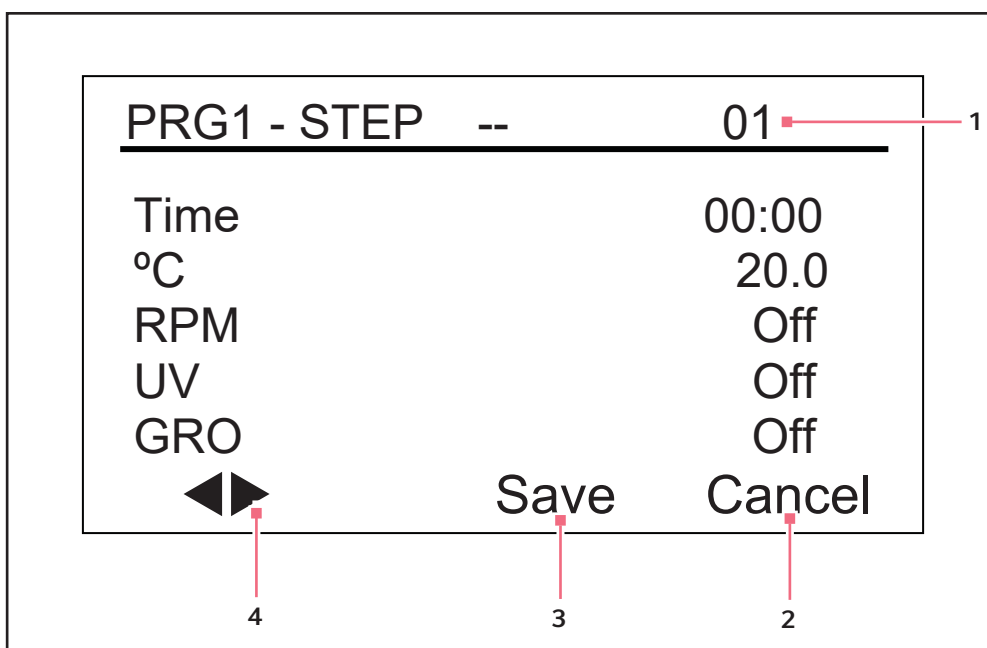

Fig. 9-11: Programma 1, passaggio 1
2. Girare la manopola finché nel campo compare *New*. Far scattare la manopola premendola per selezionare questa modalità. La schermata per il programma 1 - passaggio 1 si aprirà (vedi Fig. 9-11 a pag. 62):
5. Girare la manopola per evidenziare l'impostazione della temperatura in (20,0 nella schermata di esempio, (vedi Fig. 9-11 a pag. 62)), poi farla scattare premendola. Il campo lampeggerà.